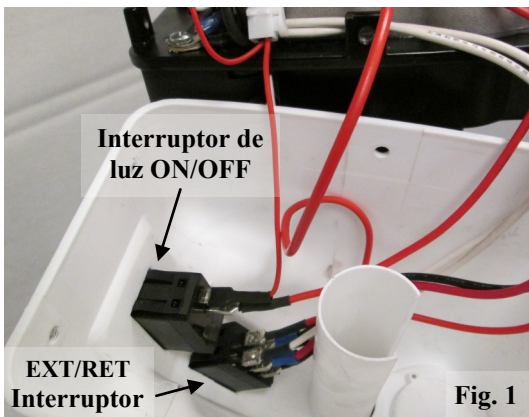

Fig. 1
2. Retire los tornillos de la cubierta y voltee la cubierta al revés con el fin de exponer el cableado y los interruptores (Fig. 1). Tome nota de la ubicación de los cables y de los interruptores.